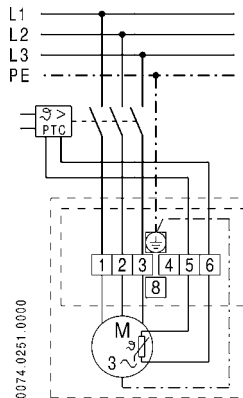

Bild 2: Anslutningskopplingsbild
Temperaturen i fläktmotorn övervakas av kalledare. Kalledarna (anslutning 5 och 6 anslutningslådan, bild 2) måste anslutas till ett utlösningssystem (säkerhetsanordning enl. direktiv 94/9/EG) som vid alltför höga temperaturer åtskiljer fläkten permanent från nätet.
Vid leverans är fläkten kopplad så att den avger största möjliga matningsprestanda efter att den har anslutits till nätet enligt beskrivningen i anslutningskopplingsbilden (bild 2). Vid standardversionen resulterar detta i de rotations- och matningsriktningar som anges i tab. 2.
- Transportriktningen kan skiftas om. För detta ändamål ska, avvikande från bild 2, nätedningarna L2 anslutas till anslutning 1 och L1 till anslutning 2 (ytterledarna skiftas om) (bild 2). Beakta dock